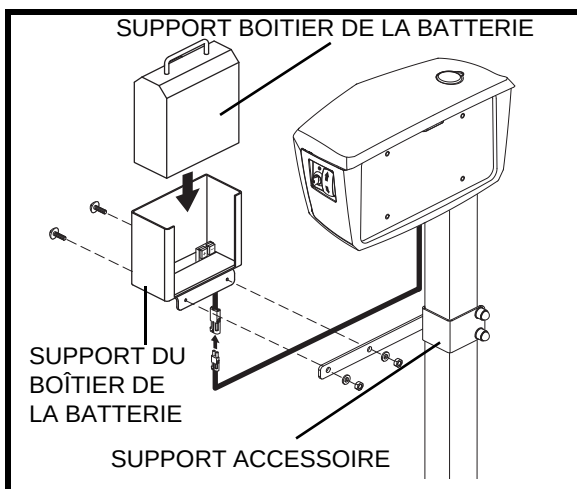

Figure 10. Installation de la batterie interne
3. Alignez les orifices de montage du support du boîtier de la batterie avec ceux du support accessoire. **Voir la figure 10.**
4. Fixez le support du boîtier de la batterie sur le support accessoire au moyen des fixations fournies. **Voir la figure 10.**
6. Branchez le câble d'alimentation sur le dessous du boîtier de la batterie au connecteur homologue du moteur. **Voir la figure 10.**